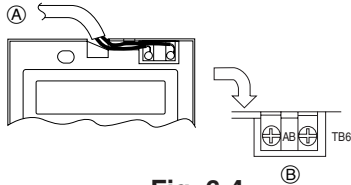

Fig. 6-4
2) **Procedimientos de conexión (Fig. 6-4)**
- ① Conecte el cable del control remoto en el bloque de terminales.